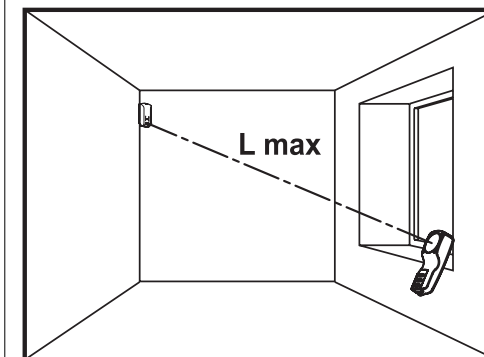

Рис. 4
- б) поднести имитатор к наиболее удаленному участку охраняемого стекла, направить ось излучения динамика имитатора на извещатель (рис. 4) и два раза нажать кнопку соответствующего типа стекла, приведя тем самым в действие имитатор. Извещатель должен перейти в состояние "Тест-Тревога" (красный индикатор должен включиться на 4 с).
- б) поднести имитатор к наиболее удаленному участку охраняемого стекла, направить ось излучения динамика имитатора на извещатель (рис. 4) и два раза нажать кнопку соответствующего типа стекла, приведя тем самым в действие имитатор. Извещатель должен перейти в состояние "Тест-Тревога" (верхний индикатор должен включиться на 4 с).
- б) поднести имитатор к наиболее удаленному участку охраняемого стекла, направить ось излучения динамика имитатора на извещатель (рис.4) и два раза нажать кнопку соответствующего типа стекла, приведя тем самым в действие имитатор. Извещатель должен перейти в состояние "Тест-Тревога" (зеленый индикатор должен включиться на 4 с).